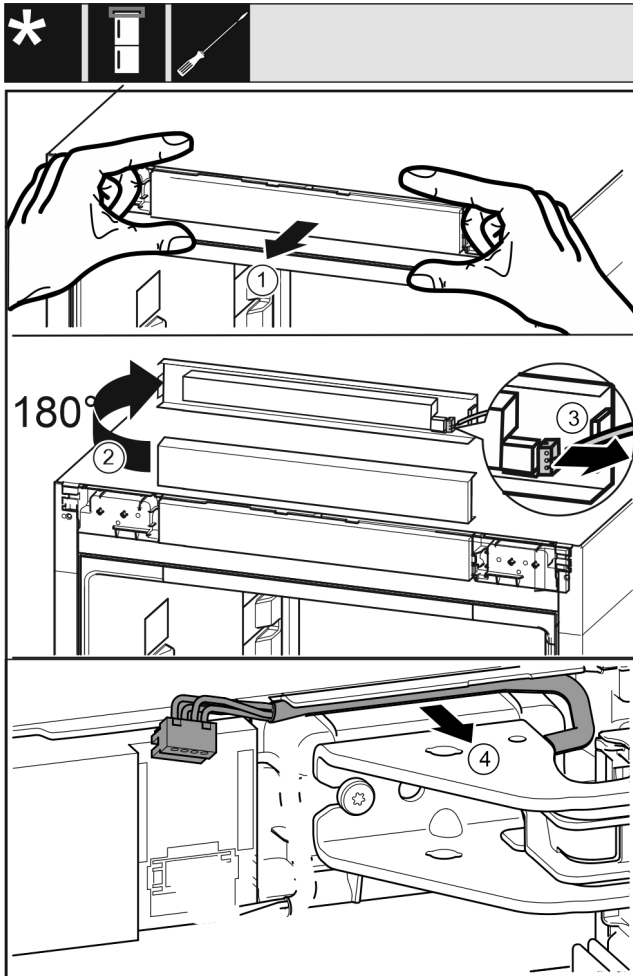

Fig. 22
- ▶ Bedienblende Fig. 22 (1) vorsichtig nach vorne lösen.
- ▶ Bedienblende Fig. 22 (2) nach oben um 180° drehen.
- ▶ Rastnase Fig. 22 (3) nach hinten drücken und den Stecker vorsichtig herausziehen.
- ▶ Kabel Fig. 22 (4) über Lagerbock vorsichtig aus der Führung lösen.